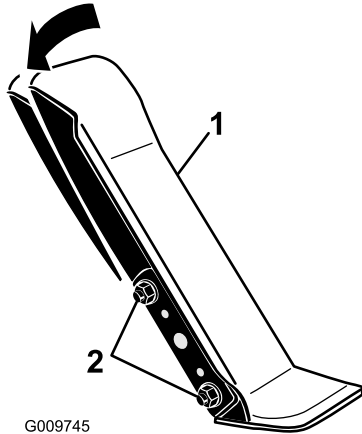

Figure 103
1. Desserrez les 2 écrous et boulons qui fixent le côté gauche de la pédale de déplacement au support (Figure 103).
2. Faites pivoter la pédale à l'angle voulu, puis serrez les écrous (Figure 103).